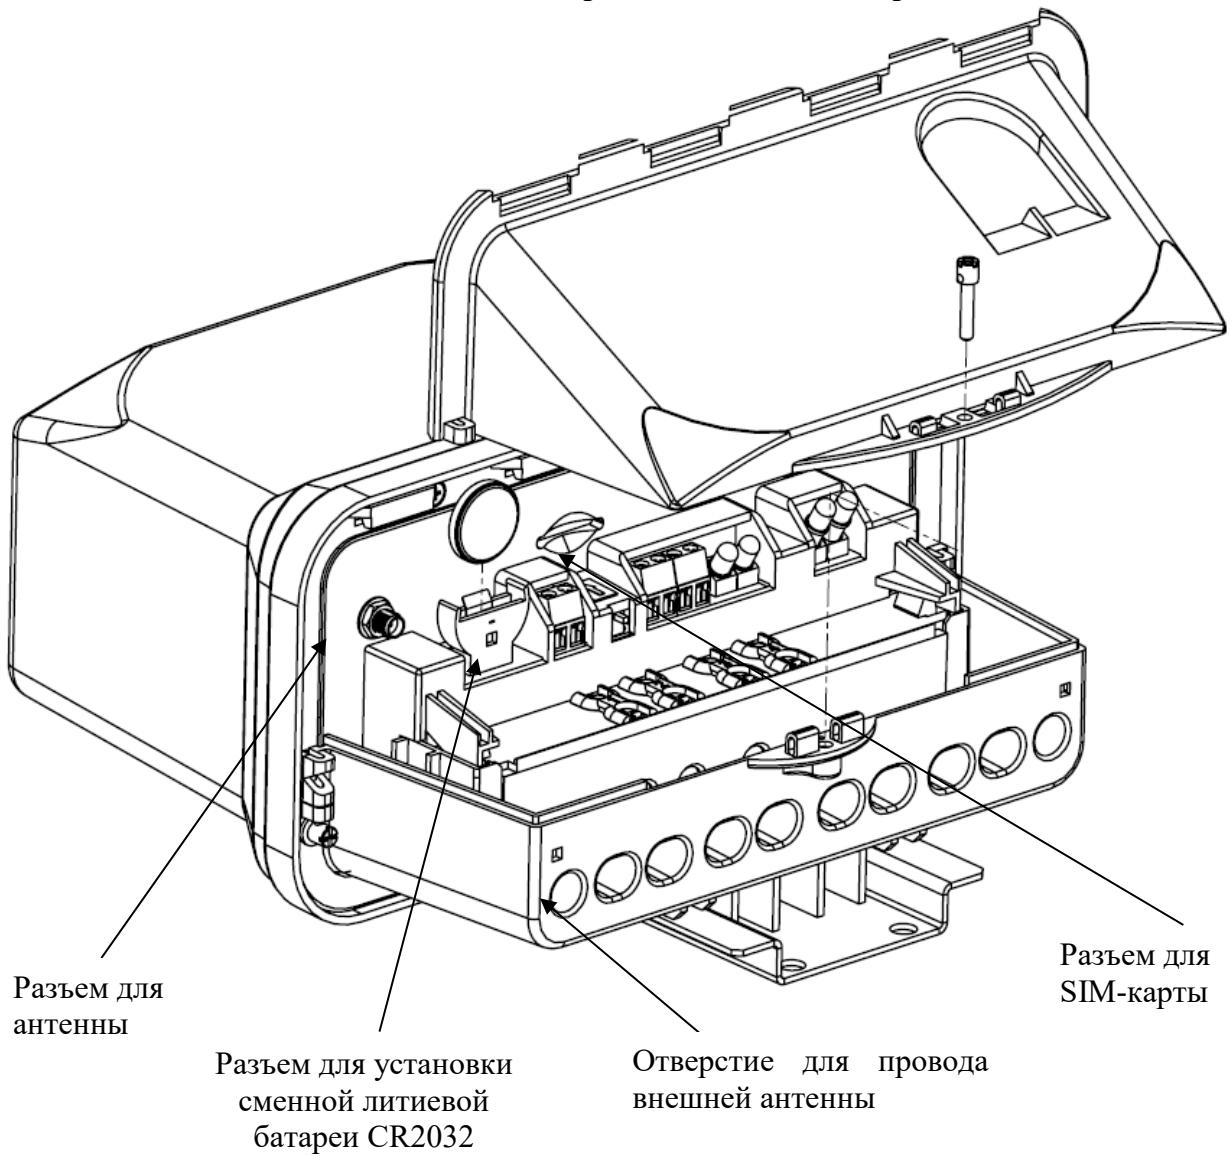

Рисунок 3А – Расположение SIM-карты и сменной батареи CR2032
- 3.7 Перед установкой на объект счетчика с интерфейсом GSM установить SIM-карту регионального оператора сотовой связи с отключенным запросом PIN-кода (рисунок 3А) и положительным балансом, подключить GSM-антенну.